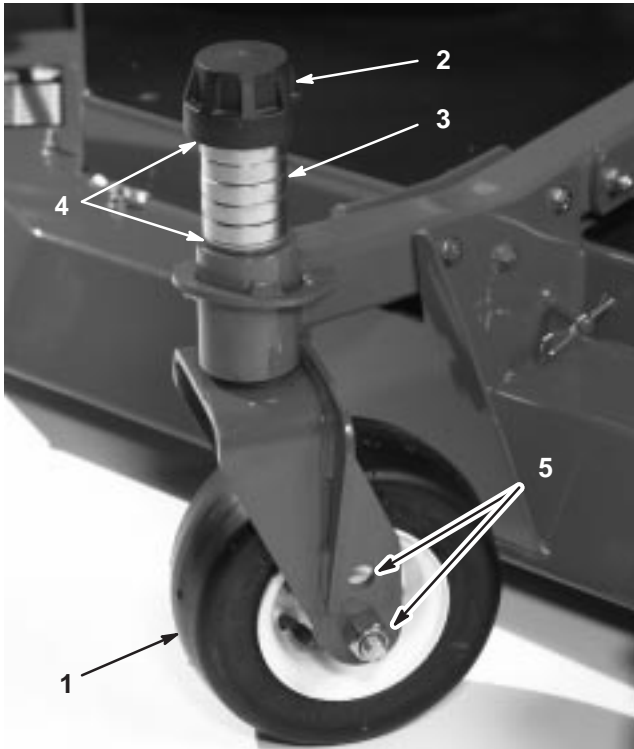

Bild 10
- Entfernen Sie die Spannkappe von der Spindelwelle (Bild 10) und schieben die Spindel aus dem Laufradarm. Ziehen Sie Beilagscheiben (3 mm) so auf die Spindelwelle, wie sie ursprünglich montiert waren. Diese Beilagscheiben sind erforderlich, um alle Mähwerke über die Breite auf ein Niveau zu bringen. Ziehen Sie die erforderliche Anzahl von 13-mm-Distanzstücken (siehe die nachstehende Tabelle) auf die Spindelwelle, um die gewünschte Schnitthöhe herbeizuführen; ziehen Sie dann die Scheibe auf die Welle auf.